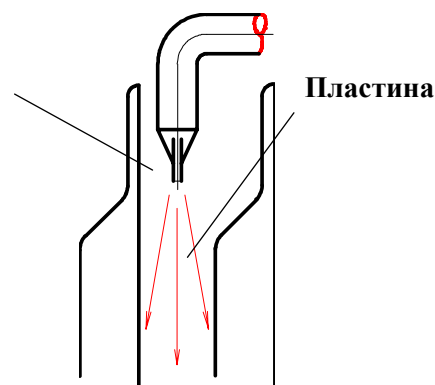

Рис. 8
- Приточную и вытяжную стороны теплообменника сверху и донизу и наоборот промыть при помощи парового очистителя. Струя пара подаётся параллельно пластинам теплообменника ! (рис. 8)